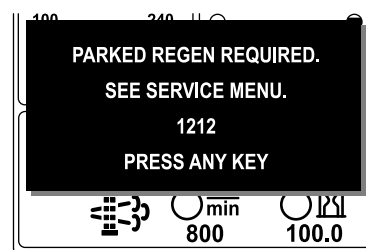

Рисунок 18
- Требуется стационарная регенерация ИНФОРМАЦИОННОЕ СООБЩЕНИЕ № 1212 (Рисунок 18)